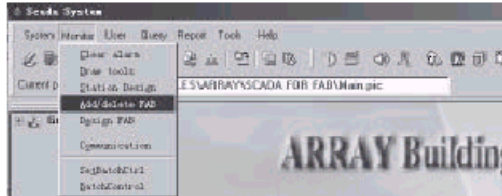
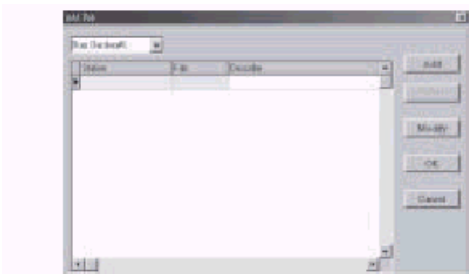

Fig. 4-5 Instrucciones de Operación de Add/Delete FAB
Fig. 4-6 Cuadro de diálogo de Agregar o Modificar FAB's 1
1. Haga clic en **Monitor>Add/delete FAB** como en la Fig. 4-5, o haga clic en el icono rápido  en la barra de herramientas, aparecerá el cuadro de diálogo mostrado en la Fig. 4-6.
En el cuadro de diálogo mostrado en la Fig. 4-6, el nombre de la estación se muestra en el cuadro superior izquierdo. Si Ud. hace clic en **Add**, puede agregar un Array Logic a la estación. Si hace clic en **Delete**, puede quitar un Array Logic de la estación. Si hace clic en **Modify**, puede modificar el Array Logic seleccionado.